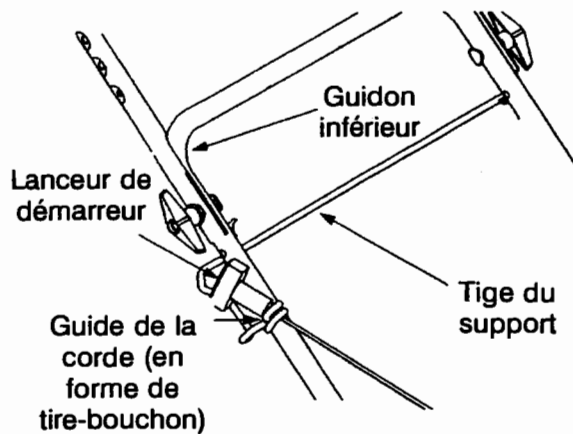

Figure 3
- Le guide de la corde (en forme de tire-bouchon) fait partie de la tige de support du sac à herbe installée sur le guidon inférieur. Voir la figure 3. **Débranchez le fil de la bougie et mettez-le à la masse en suivant les instructions de la notice d'utilisation du moteur.** Pressez la barre de commande de la lame contre le guidon supérieur. Tirez lentement sur la corde du démarreur jusqu'à ce qu'elle passe le guide (en forme de tire-bouchon).
Il se trouve sur le boîtier de la commande d'embrayage de l'entraînement, sur le guidon supérieur. Voir la figure 3. Il sert à choisir la vitesse de déplacement de la
Consultez le chapitre «Commandes» et la Figure 3.